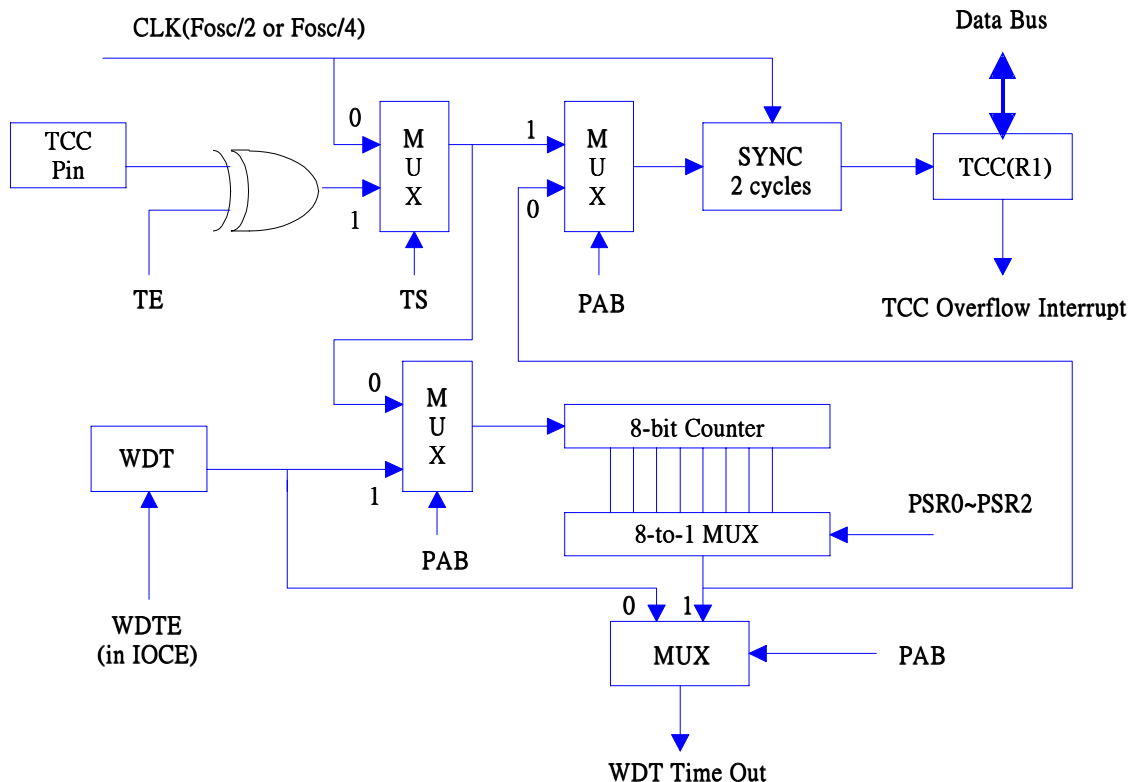

图 5 TCC 和 WDT 的模块图
有一个 8 位元计数器可以作为 TCC 或 WDT 的预分频器。在同一时刻它只能提供给其中一方, 这由 CONT 寄存器的 PAB 位决定。PSR0~PSR2 位确定分配系数。若分配给 TCC, 则每次写 TCC 均将预分频器将被清 0。若分配给 WDT 使用, WDT 和预分频器均在执行指令 “WDTC” 和 “SLEP” 时清 0。图 5 描述了 TCC/WDT 的电路图。
- R1 (TCC) 是 8 位元的计时/计数器。TCC 时钟源可以是内部时钟或者外部时钟（由 TCC 引脚输入，触发沿可选择）。如果是内部时钟，每个指令周期 TCC 加 1（无预分频器）。参考图 5， $CLK=Fosc/2$ 或者 $CLK=Fosc/4$ 取决于 CODE 的操作位 CLKS。如果 CLKS 位为“0”，则 $CLK=Fosc/2$ ，如果 CLKS 位为“1”，则 $CLK=Fosc/4$ 。如果 TCC 的信号源来自于外部时钟输入，TCC 管脚的下降沿或上升沿触发时 TCC 加 1。